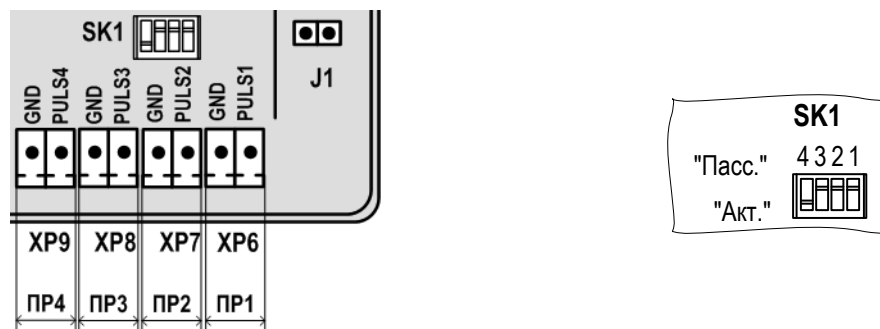

Рис.10. Маркировка коммутационных элементов подключения ПР.
6.5.1.1. Входы предназначены для подключения датчиков расхода с выходным частотным либо импульсным сигналом. Маркировка коммутационных элементов для подключения ПР показана на рис.10.